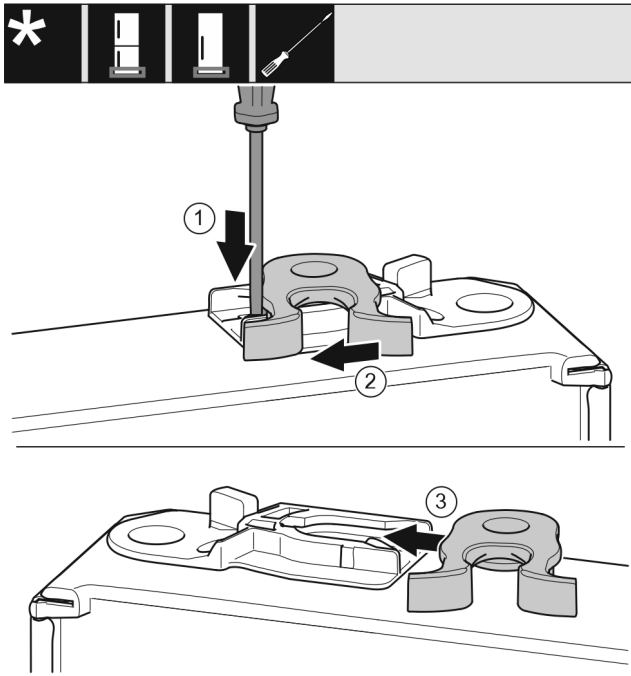

Fig. 18
- Strip Fig. 18 (1) met een platte schroevendraaier omlaag drukken.
- Sluithaak Fig. 18 (2) uit de geleiding trekken.
- Sluithaak Fig. 18 (3) aan andere zijde in geleiding schuiven.